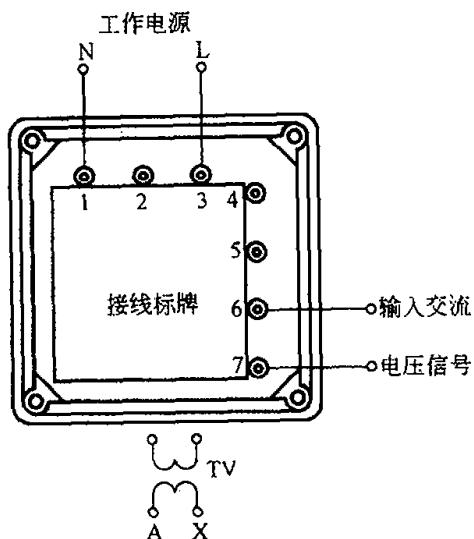

图 76 SHD131/SHD141 系列数
76. SHD131/SHD141 系列数字交流电压表接线图 (见图 76)